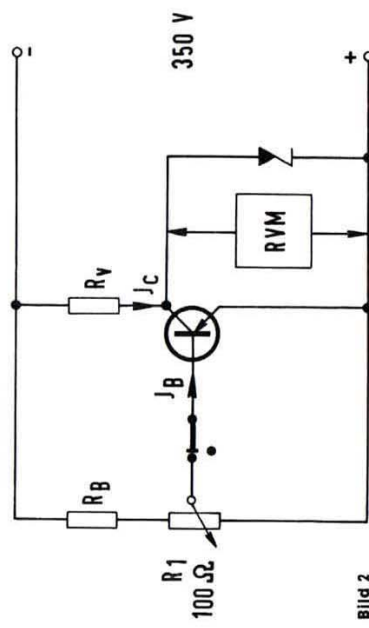

Bild 2
1. Messen der Durchbruchspannung U_{ce0} (Bild 2)
2. Messen des Leistungsdurchbruchs („Second Breakdown“ Bild 2)
Mit der Meßschaltung nach Bild 2 wird mittels des zwischen Kollektor und Emitter liegenden Universal-Voltmeters die U_{ce0} gemessen. Die Basis ist offen und der Widerstand R_y ist so einzustellen, daß $I_E = 100$ mA beträgt.
Der sekundäre Durchbruch tritt bei örtlicher Überhitzung in der Sperrschicht auf. Dieser Effekt führt von einer heißen Stelle in der Sperrschicht her, die sich durch Konzentration des Stromes auf eine kleine Fläche bildet. Der Basisstrom fließt vom ringförmigen Basisanschluß in radialer Richtung einwärts durch die dünne Basisschicht zwischen Emittor und Kollektor. Da dieser Weg einen Widerstand aufweist, entsteht ein Spannungsgelände, welches den Kollektorstrom in der Mitte der Basis konzentriert. Betreibt man den Transistor wiederholt im Bereich des sekundären Durchbruchs, so wird nach und nach die Sperrschicht zerstört, bis Emittor und Kollektor kurzgeschlossen sind. Diese Erkenntnis ist sehr wichtig, leider aber noch nicht allgemein bekannt. Immer wieder „sterben“ in Schaltungen Leistungstransistoren, die dem ersten Anschein nach mit den vom Hersteller angegebenen Grenzwerten nicht überfordert wurden. Die zulässige Gesamtverlustleistung eines Transistors ist abhängig von der Spannung U_{CE} . Für die für den SV 80 geeigneten Transistoren wurde mit den Transistorherstellern ein Wert festgelegt, aus dem sich nach $J = \frac{N}{U}$ bei $U_{CE} = 50$ V ein Strom von 350 mA ergibt. Der Vorwiderstand R_V in Bild 2 ist entsprechend einzustellen. Die Prüfung erfolgt nun so, daß der Schleifer von R_1 vom oberen Anschlag (der Transistor ist leitend, also niederohmig) nach unten in Richtung „hochohmig“ gedreht wird. Der Strom J_c bleibt wegen des relativ hohen Innenwiderstandes der Stromversorgung durch R_V annähernd konstant.